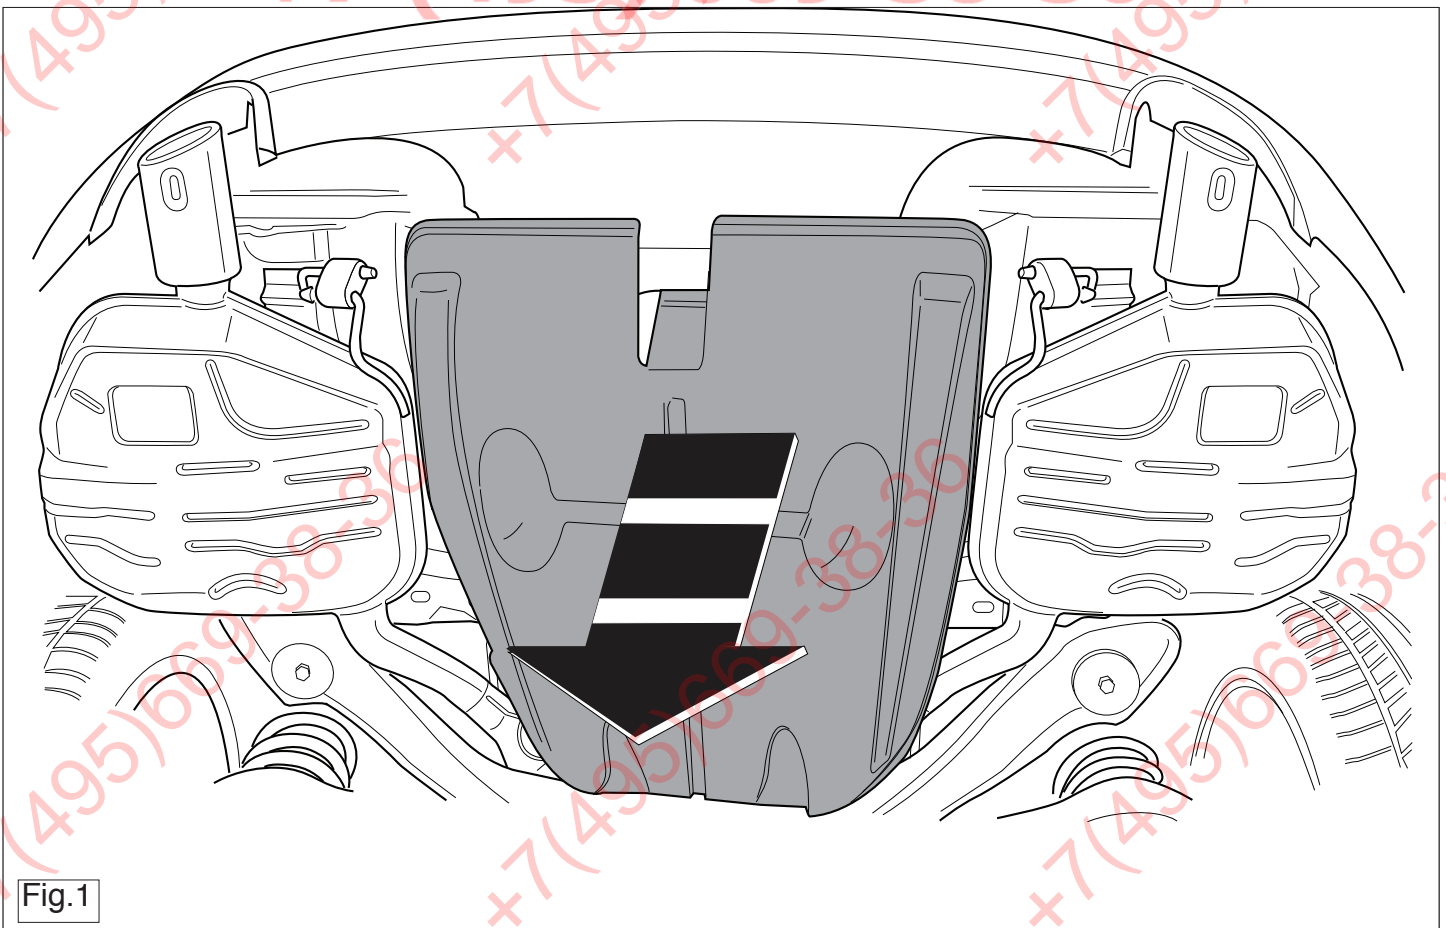

Fig.1
1. An der Unterseite in der Mitte, falls vorhanden, die Abdeckplatte aus Kunststoff demontieren. Siehe Abbildung 1.
1. Démontez, si présent, la plaque de recouvrement en plastique au milieu de la partie inférieure. Voir la figure 1.
1. Demonter, om de findes, kunststof dækkepladen midt på undersiden. Se fig. 1.